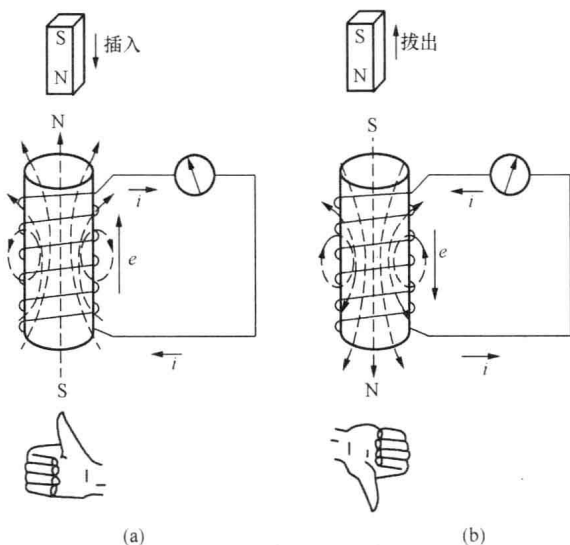

图 1-10 条形磁铁插入或拔出线圈时产生感应电流
(2) 线圈中磁通变化产生感应电动势。如图 1-10 所示, 当把一条形磁铁的 N 极插入或拔出线圈时, 检流计指针都会偏转, 但偏转方向不同。当磁铁在线圈中静止不动时, 检流计的指针不偏转。检流计指针偏转说明线圈中产生了感应电流, 指针偏转方向